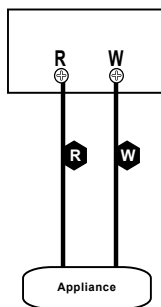

Figure 22.2
5. Connectez le fil du thermostat aux bornes de B et R (**Figure 22.2**).